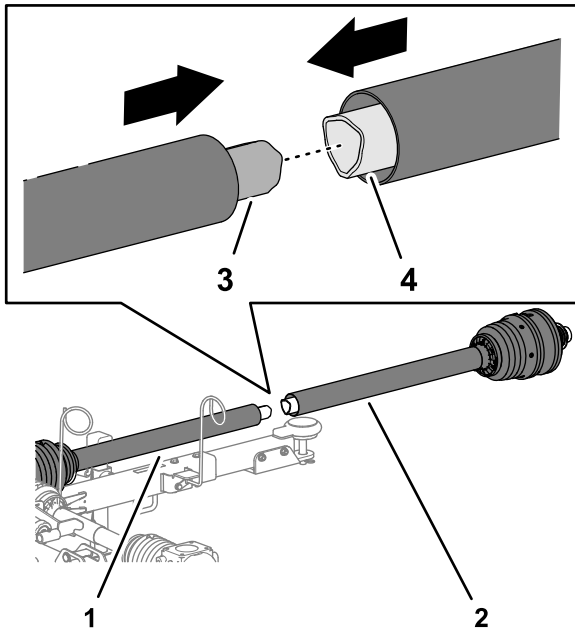

図 8
1. 後 PTO 駆動シャフトのインナーチューブを、前 PTO 駆動シャフトの OUTER チューブに合わせて両方のチューブを接続する 図 8。